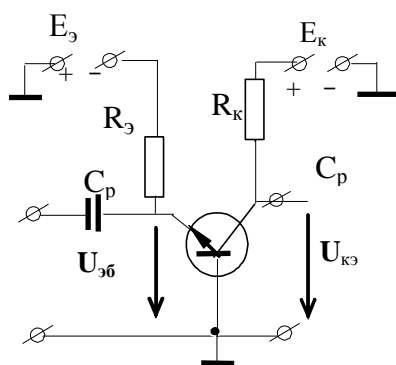

Рис.4.1
В усилительном каскаде с общей базой (ОБ) общим (нулевым) электродом транзистора для переменных составляющих токов и напряжений является база, т.е. источник входного сигнала действует между эмиттером и базой, а нагрузка включается между коллектором и базой (см. рис.4.1).
1. Используя данные работы №2 построить ДПХ каскада с ОБ на транзисторе КТ315 для  $E_K=6,3$  В,  $R_K=470$  Ом (см. схему рис.4.1).
2. Построить схему рис.4.1. Установить значения  $E_K=6,3$ В,  $R_E=110$  Ом. Сопротивление в цепи базы  $R_B=6,2$  кОм. Построить динамическую проходную характеристику (ДПХ) в виде  $U_{кэ}(U_{эб})$  и  $I_K(U_{эб})$ . Определить положение рабочей точки и максимальную амплитуду входного напряжения для линейного режима работы усилителя. По графикам определить коэффициент усиления по напряжению и крутизну  $S$  и коэффициент усиления  $K=SR_K$ .